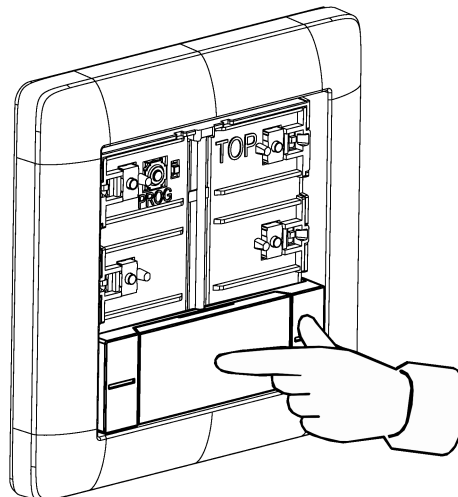

Bild 7: Bedienwippe mittig andrücken
- Mittig auf die Bedienwippe drücken (Bild 7).